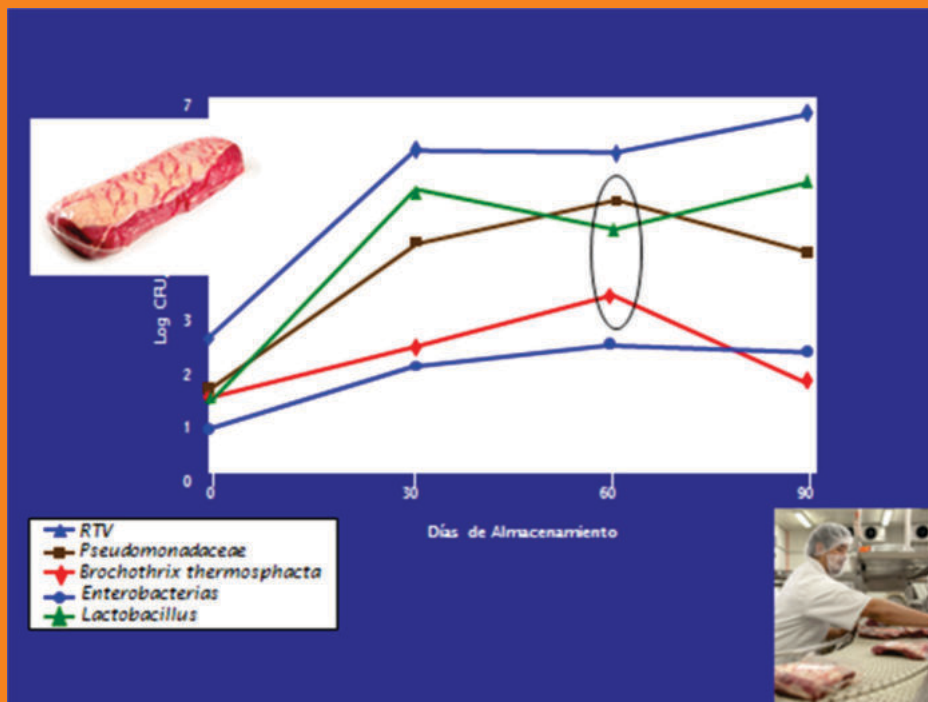

FIGURA 4.
mismo enfoque, pero en condiciones de envasado bajo vacío (EV), los cortes pueden alcanzar una vida útil de más de noventa días (Figura 4). Recientemente un extenso estudio con este tipo de producto, realizado en Argentina, revela que el efecto combinado del pH de la carne, la temperatura, la atmósfera gaseosa, producen una selección de la biota que mejor se adapta al medioambiente ecológico, dado por el envasado al vacío y la refrigeración consistente, produciendo un efecto de barrera y deteniendo el crecimiento microbiano.